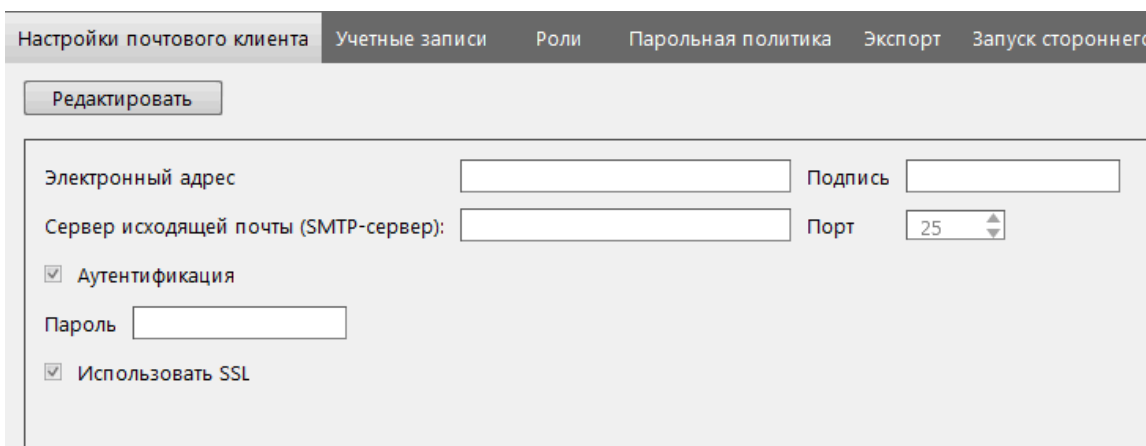

Рисунок 334 - Настройки почтового клиента
4. На вкладке **Настройка почтового клиента** нажмите **Редактировать** и заполните форму почтового клиента сервера (Рисунок 334).